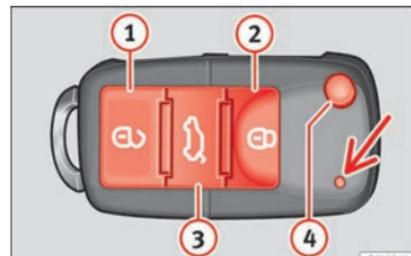

Fig. 84 Tasti della chiave con telecomando.
Con il tasto **4** » **fig. 84** del telecomando, si sblocca lo scatto della chiave.
Sblocco del veicolo **7** » **fig. 84 1**.
Tasto di chiusura **0** » **fig. 84 2**.
Sblocco del portellone posteriore. Tenere premuto il tasto **3** » **fig. 84 3** fino a quando lampeggiano brevemente tutti gli indicatori di direzione. Dopo aver premuto il tasto di sblocco **3**, si hanno 2 minuti per aprire il portellone. Una volta trascorso questo periodo si blocca di nuovo.
Inoltre, la spia della batteria della chiave » **fig. 84** (freccia) lampeggia.
- Premere il tasto **0 2** » **fig. 84** del telecomando.
- Premere il tasto **7 1** » **fig. 84** del telecomando.
Per cambiare lo stato bloccato/sbloccato, azionare il pulsante  o il tasto  » **fig. 84** della chiave del telecomando.